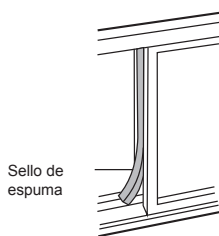

Fig. 15
5. Corte el sello de espuma para una longitud adecuada y selle el espacio abierto entre la hoja de la ventana superior y hoja de la ventana exterior. Como se muestra como en la Fig. 15.